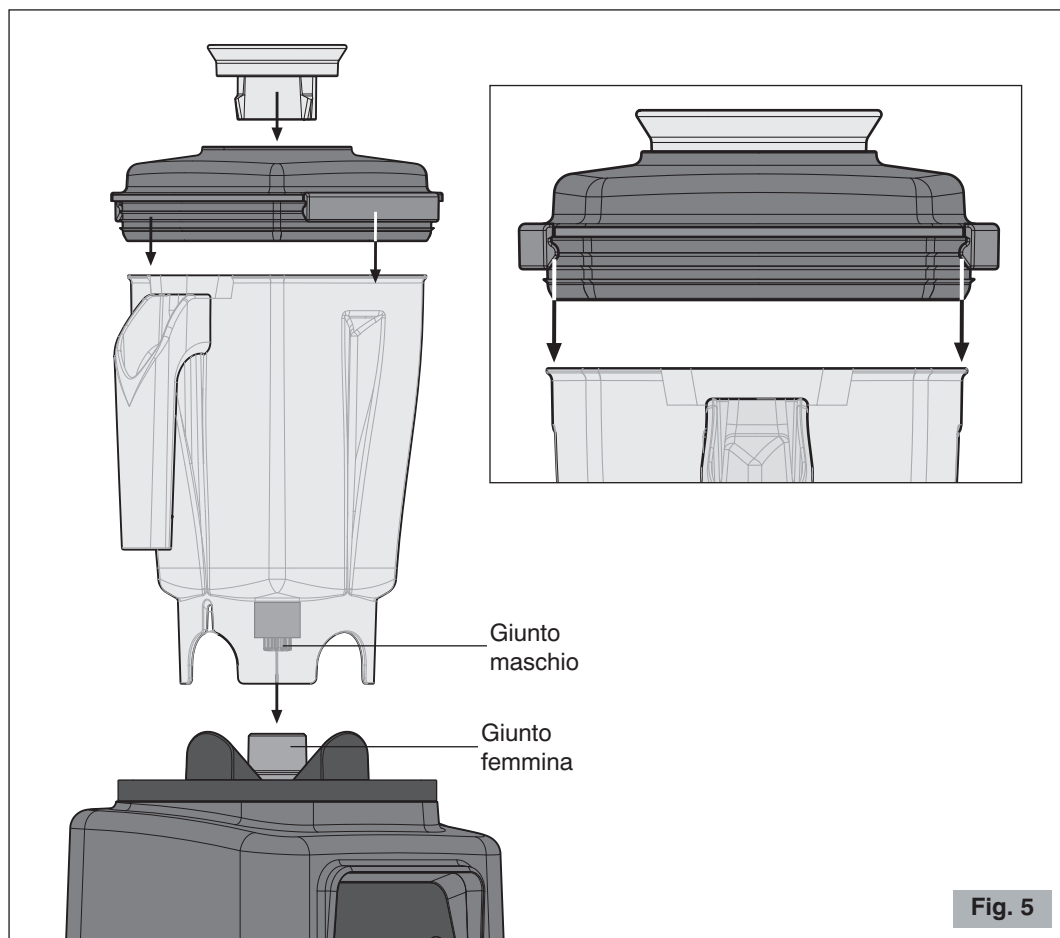

Fig. 5
- 3 Inserire il coperchio nel contenitore premendo sui gancetti di chiusura (vedere Fig. 5).